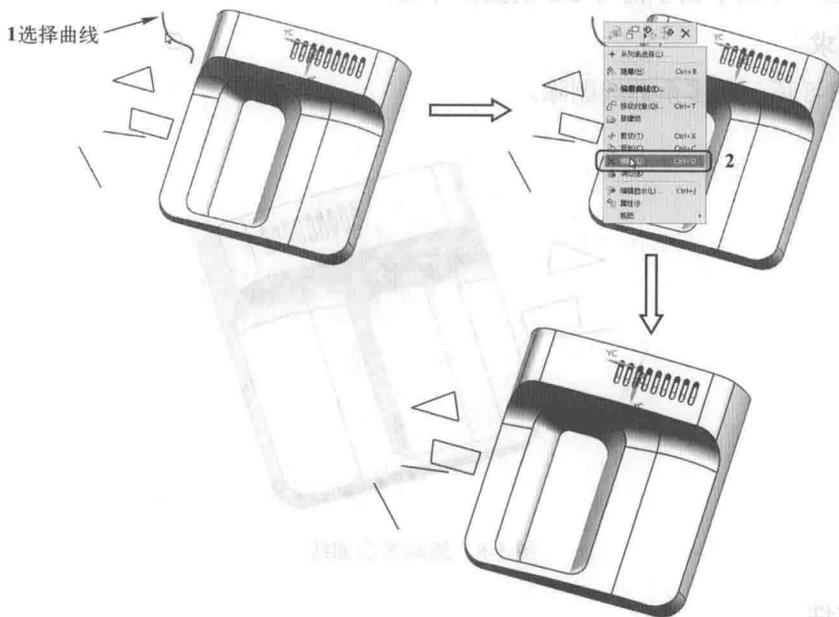

图 1-10 删除曲线操作过程（一）
- [1] 选择待删除曲线,单击鼠标右键,弹出快捷菜单,选择快捷菜单中的【删除】命令,即可删除所选曲线,操作过程如图1-10所示。